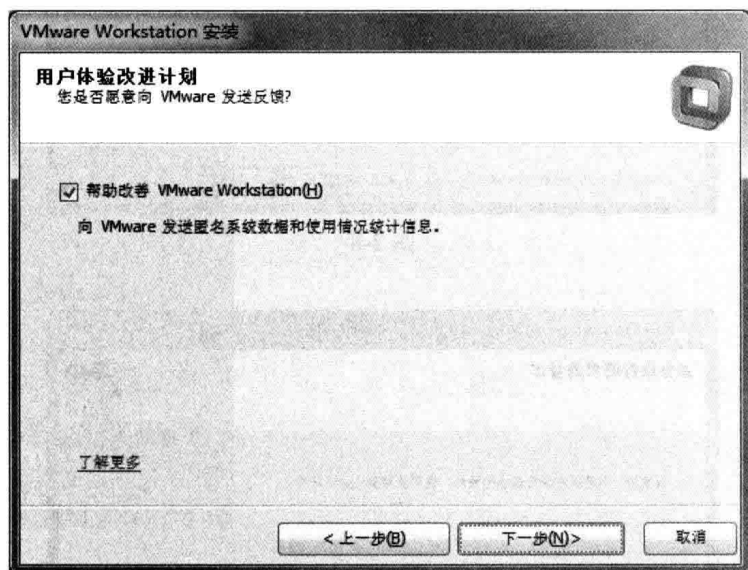

图 2-6
(6) 产品更新设置完成后, 进入“用户体验改进计划”设置对话框, 按照默认方式, 单击“下一步”按钮, 如图 2-6 所示。